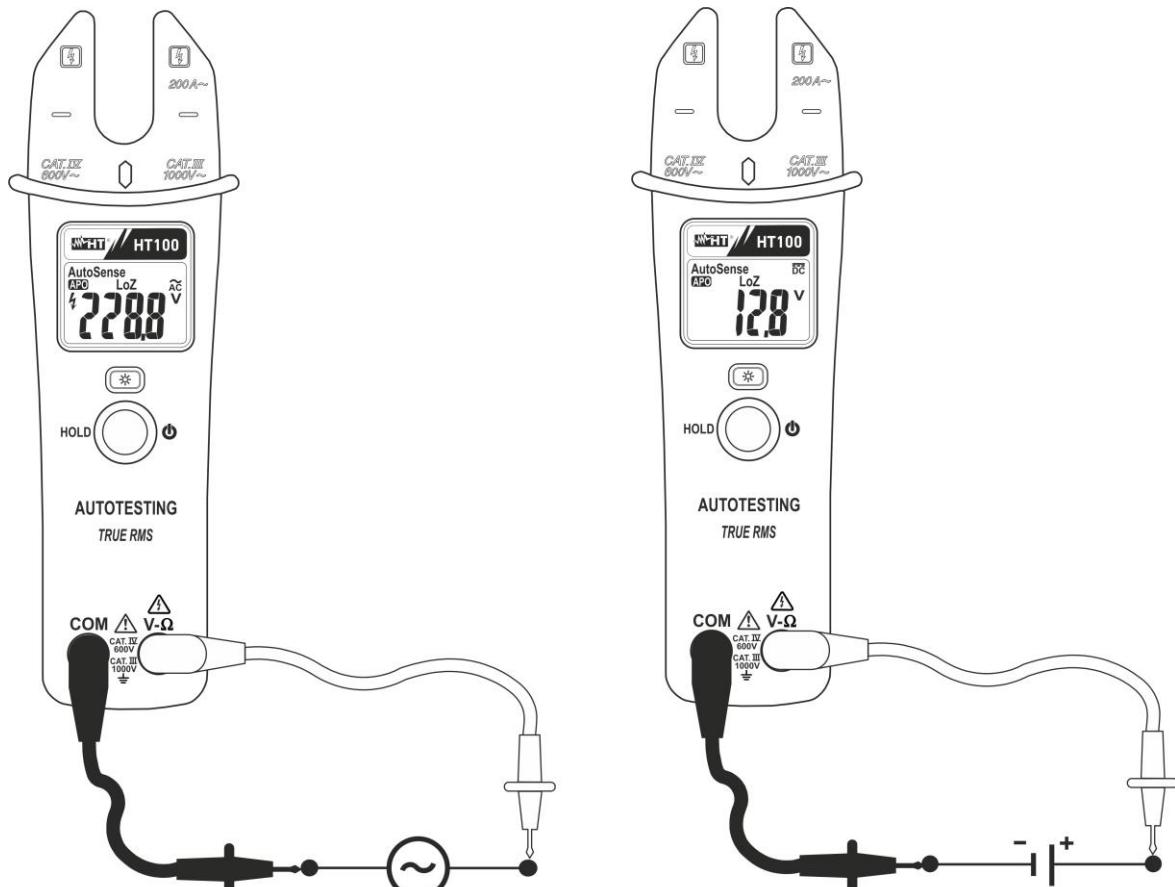

Fig. 3 : Utilisation de la pince pour mesure de tension DC et AC
2. Positionner les embouts sur les points désirés du circuit sous test (voir Fig. 3). La valeur de tension apparaît à l'écran. La pince sélectionne automatiquement l'indication CA ou CC en fonction de la tension d'entrée
4. L'affichage du symbole «-» sur l'écran de l'instrument indique que la tension continue a la direction opposée à la connexion de la Fig. 3